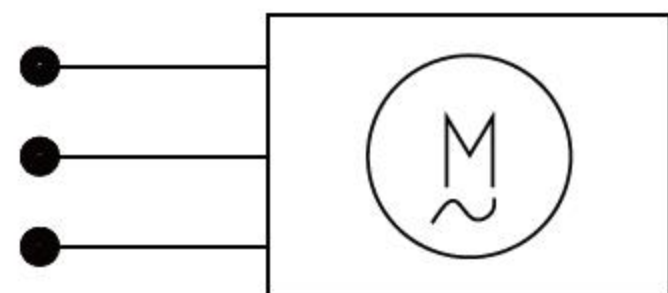

图3-101 最终结果
**06** 调用MT【多行文字】命令，在圆形的内部绘制多行文字。调用SPL【样条曲线】命令，绘制样条曲线，最终结果如图3-101所示。